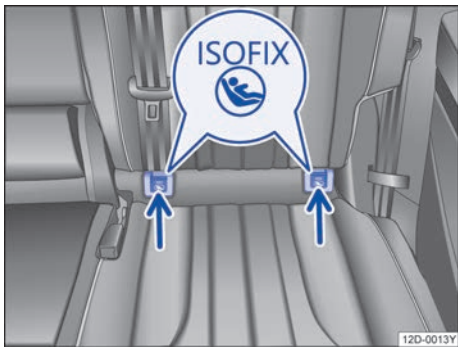

图 32 后排长条座椅的座位上的儿童座椅标准固定点的标记
- 沿箭头方向将儿童座椅插入固定环→图 32。直至听到儿童座椅的啮合声。
第二排座椅配有两个 ISOFIX 固定环，与车身相连→图 32。
- 将儿童座椅插到 ISOFIX 固定环上→图 32，直到听见儿童座椅的啮合声。